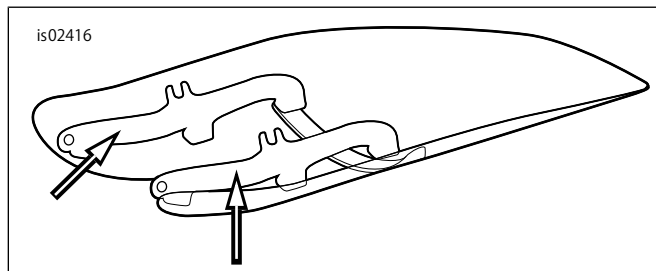
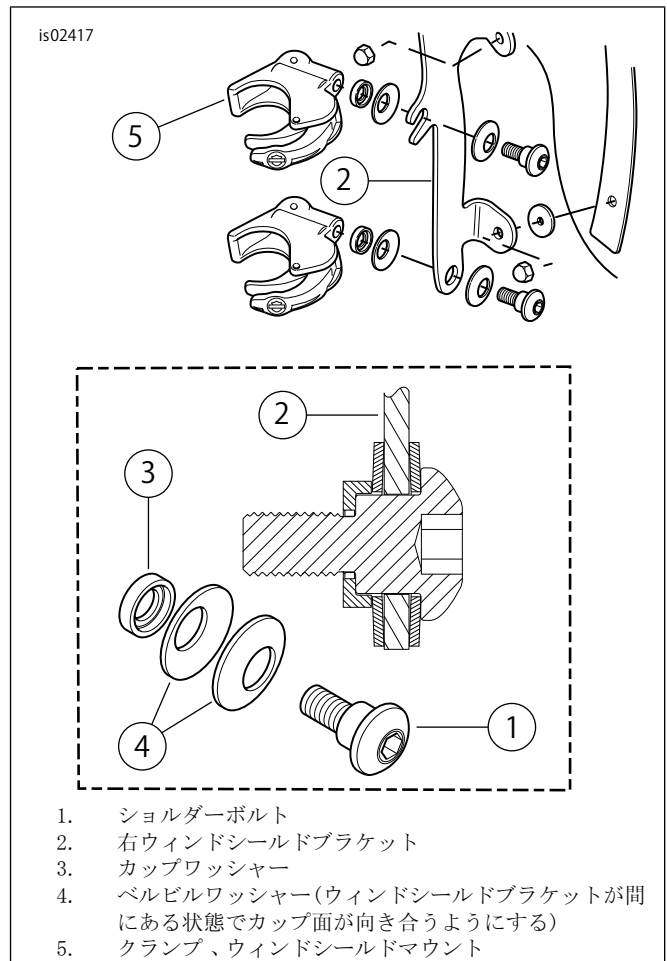
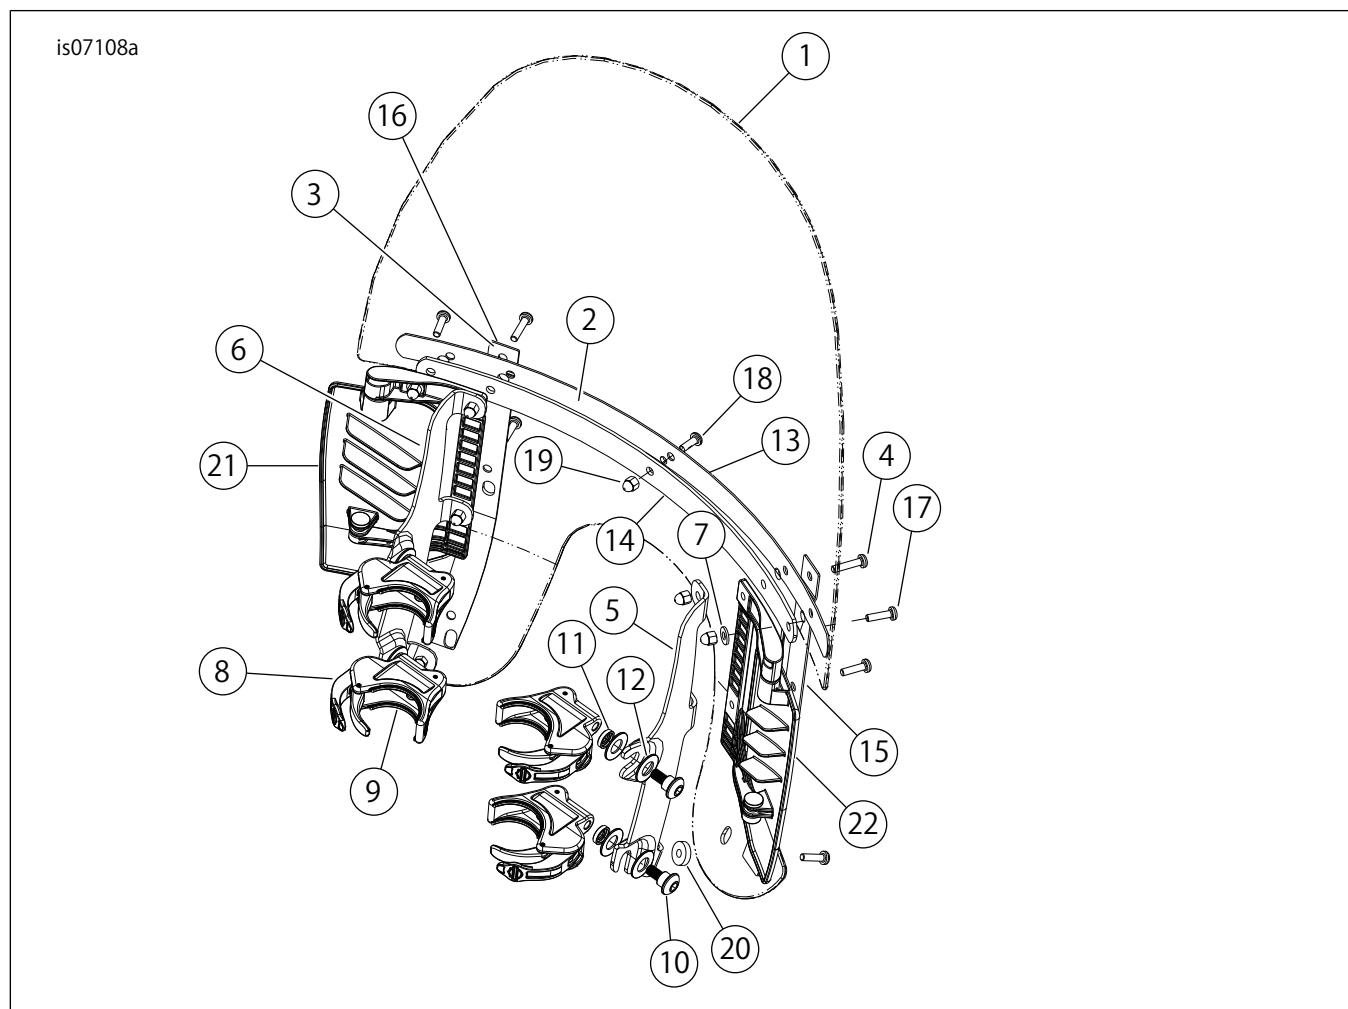

図1。ウィンドシールドマウントブラケット
図2。ウィンドシールドマウントクランプ
図3。交換用パーツ:ベンテッドデタッチャブルウィンドシールド
1. 「図1」を参照してください。パッケージからウィンドシールドサブアッセンブリを取り出し、きれいで柔らかい場所にマウントブラケットを上にして置きます。
2. 「図1」、「図2」、「図3」を参照してください。パッケージからクランプと金具キットを取り出し、組み立て用に類似パーツを分けます。
3. 「図2」を参照してください。クランプアッセンブリー(5)と金具をあらかじめ組み立てます。